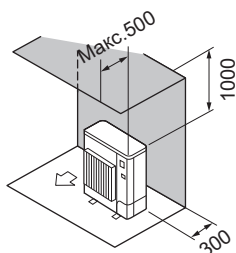

Fig. 2-8
- ② Окружающие предметы - только сзади и сверху (Fig. 2-8)